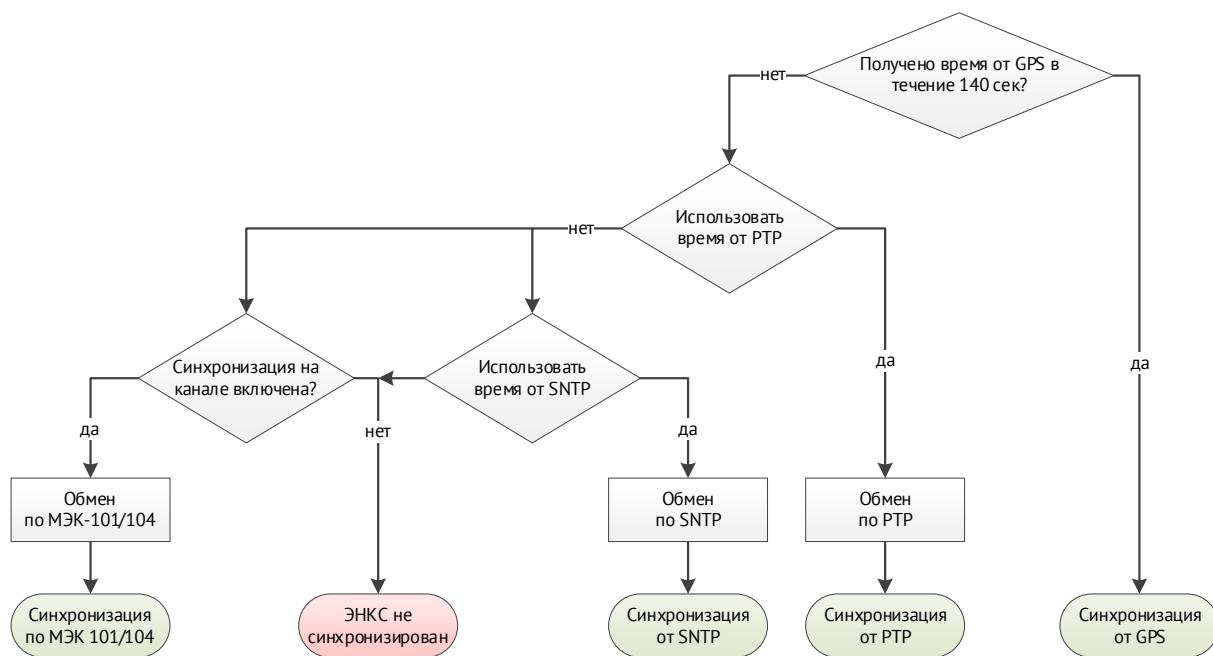

Рисунок 5.10. Алгоритм синхронизации внутренних часов в ЭНКС-3м
- 5.6.3 При потере сигнала спутника, когда используется метод синхронизации от внутреннего приёмника, прибор автоматически переключается в режим синхронизации от устройств вышестоящего уровня. Алгоритм выбора источника точного времени приведен на рис. 5.10.